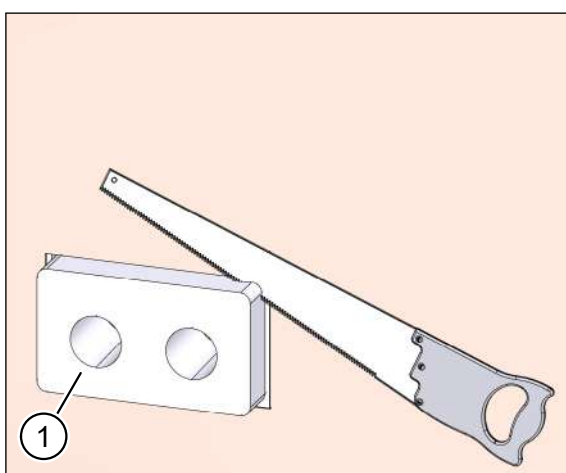
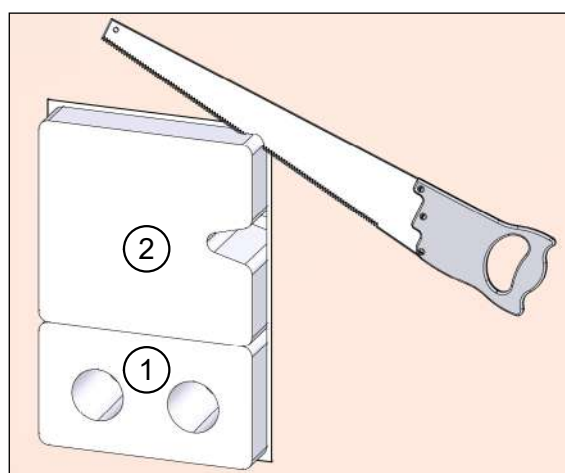

Fig. 35: Modifica della cassetta a muro **senza** elemento di riempimento
Fig. 36: Modifica della cassetta a muro **con** elemento di riempimento
- Con una sega per polistirolo, accorciare la cassetta a muro sporgente (pos. 1 nella Fig. 35 e Fig. 36) ed eventualmente l'elemento di riempimento (pos. 2 nella Fig. 36) in modo che siano a livello con la parete massiccia o con l'isolamento applicato.